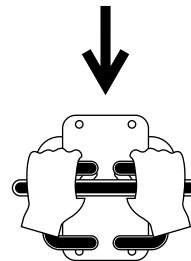

Figure 11
- Pour vous déplacer en marche arrière, tirez les deux commandes de déplacement en arrière (Figure 11).